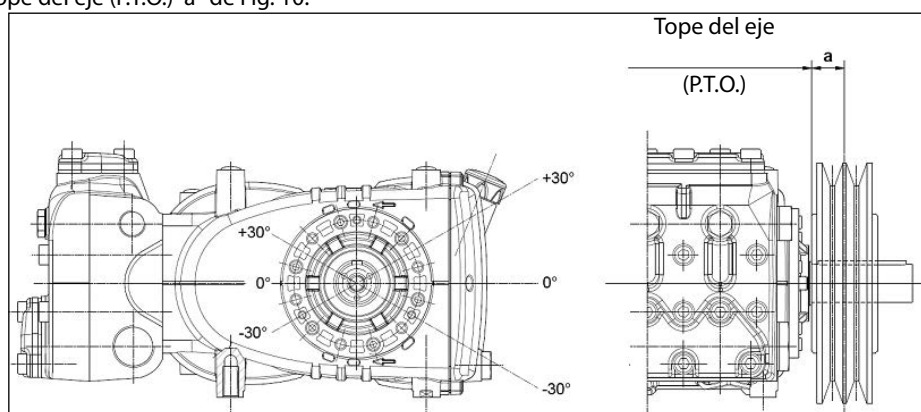

Fig. 10
La carga radial sobre el eje no debe ser superior a 3000 N (valor necesario para definir el Layout). La transmisión es considerada adecuada si tal carga es aplicada a una distancia máxima $a = 30$ mm del tope del eje (P.T.O) como se indica en la Fig. 10.
- b) Utilizar correas de alto rendimiento –por ejemplo **XPB** en lugar de **SPB**– ya que resultará necesario una cantidad inferior de correas en paridad de potencia transmitida y una consecuente distancia inferior de la resultante con respecto al tope del eje (P.T.O.) "a" de Fig. 10.